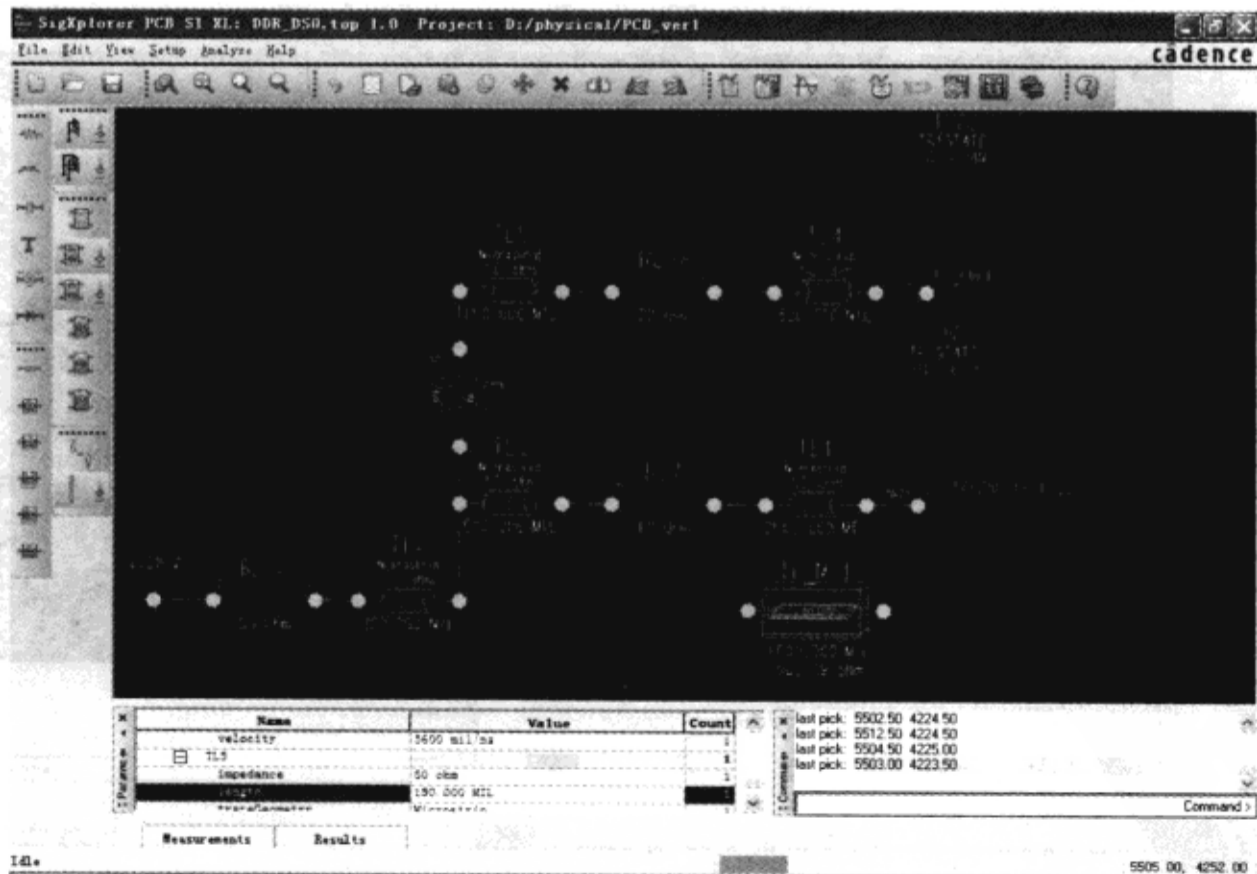

图 3-8-36 添加模型
(2) 在“Add Element Browser”对话框的列表框中选择“Microstrip\_1”，在 SigXplorer 窗口中的 TL1 附近适当位置双击鼠标左键放置该模型，如图 3-8-36 所示。